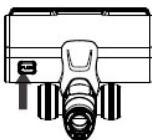

Figure 19
- (1) Coupez l'alimentation et retirez l'électro-brosse.
- (2) Retournez la brosse et faites tourner le bouton de verrouillage avec une pièce pour ouvrir le verrou. (Figure 19)